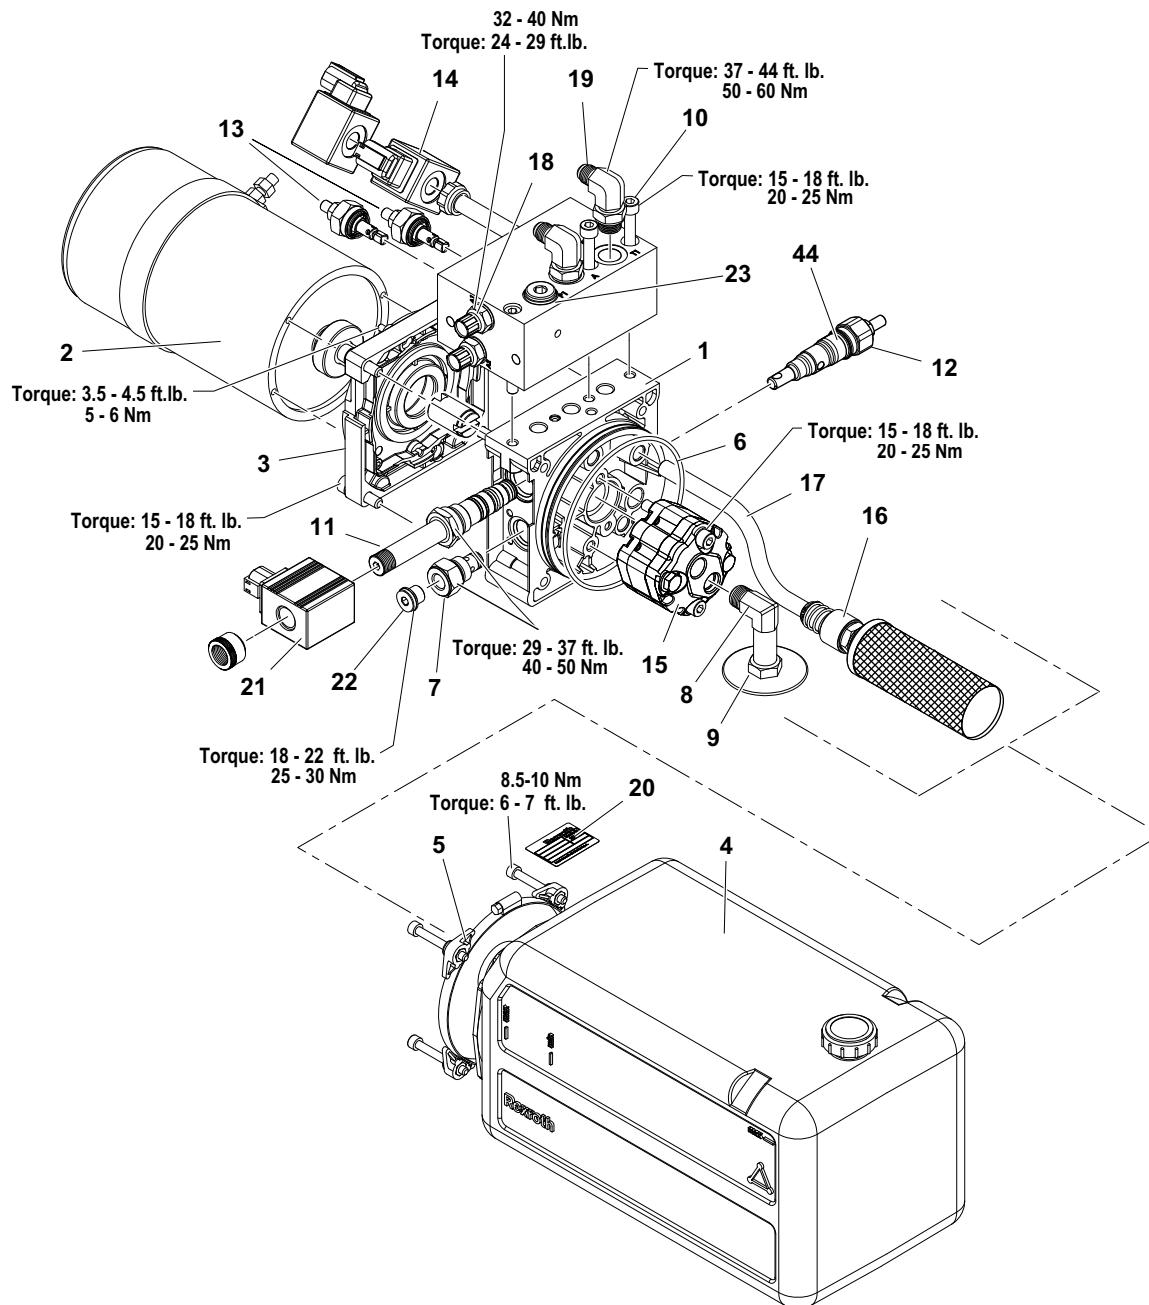

Figura 4-2. Motor hidráulico, conjunto da bomba e do tanque (todas as máquinas)
(Veja a Figura 4-2.)
OBSERVE OS VALORES DE TORQUE NA FIGURA 4-2. PARA OS FIXADORES E VÁLVULAS INSTALADOS NO CORPO DA VÁLVULA. NÃO APERTE DEMAIS PARA NÃO CAUSAR DANOS.
- Instale o adaptador da mesa na porta M ou porta P1 na bomba (consulte Figura 4-2.) e prenda o manômetro.